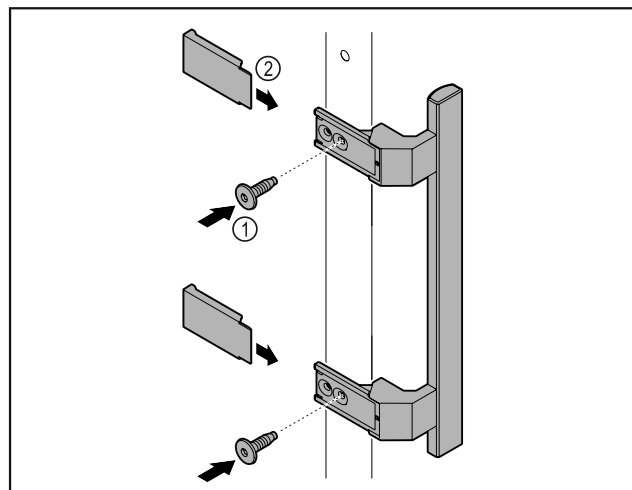

Fig. 6
- Meegeleverde greep met de meegeleverde schroeven Fig. 6 (1) op de deur aanbrengen.
- Afdekplaatje Fig. 6 (2) plaatsen.